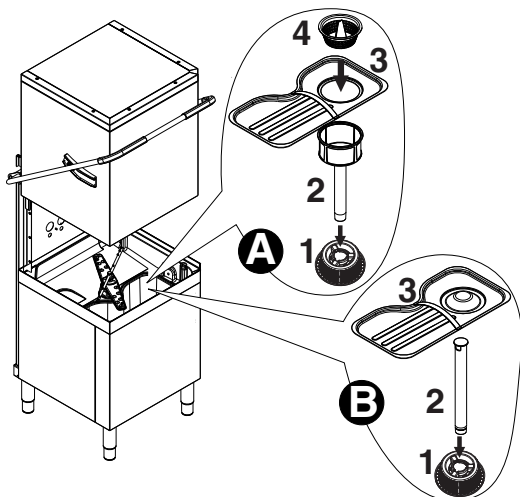

Figura 16 Filtros y tubo de sifón
En las versiones con sistema de filtrado adicional (FS), verificar que el filtro de aspiración de la bomba "1", el filtro cuba "2", el filtro plano "3" y el filtro de cesto "4" estén montados correctamente ("A" - Figura 16).
En las versiones sin sistema de filtrado adicional (FS), verificar que el filtro de aspiración de la bomba "1", el tubo de sifón "2" y el filtro plano "3" estén montados correctamente ("B" - Figura 16).